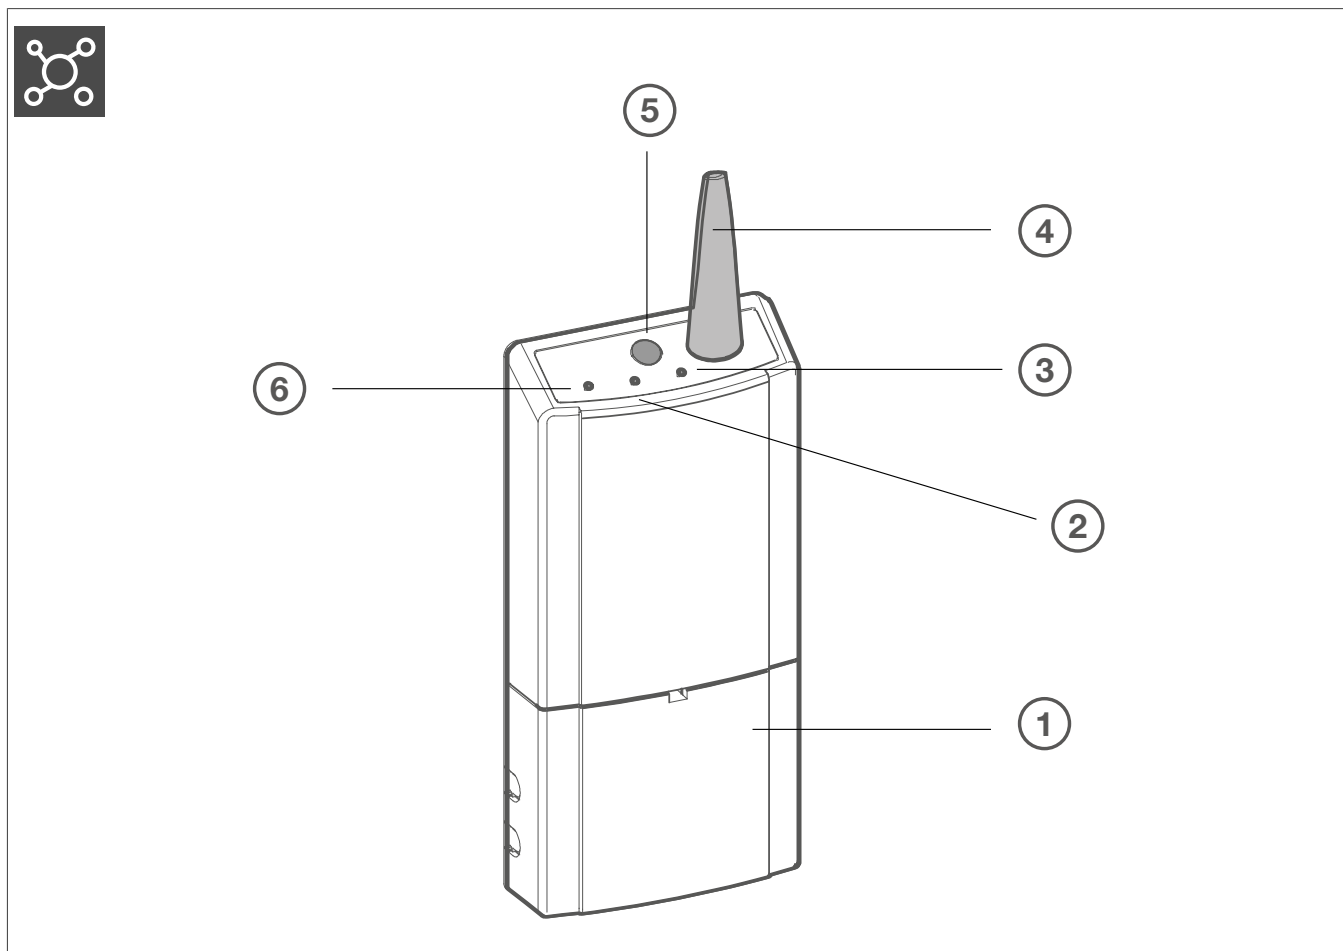

Fig. 2 : Composition de l'appareil
- Si possible, ne placez pas les récepteurs dans l'ombre radio d'éléments métalliques du bâtiment. N'installez pas d'émetteurs/récepteurs derrière des surfaces métalliques ou dans des boîtiers métalliques. Les zones situées derrière des éléments métalliques du bâtiment tels que des socles, des poutres de plafond ou des portes coupe-feu constituent des ombres radioélectriques (voir figure 2). Les récepteurs installés dans ces ombres ne peuvent pas recevoir de signaux directement et dépendent des ondes radio réfléchies.